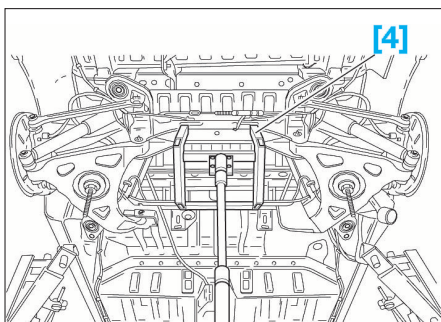

FIG. 66
- Positionner à l'aide d'un vérin le support [4] (Fig.66) sous le train arrière.